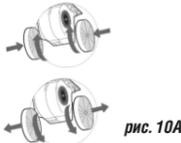
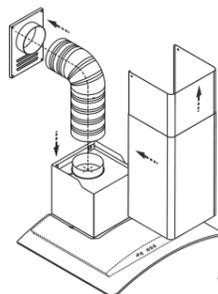

рис. 10А
рис. 9
6.4 В зависимости от режима эксплуатации кухонной вытяжки соедините вентилятор с вентиляционной решеткой полужестким гофрированным воздуховодом (рис. 9) или установите на вентилятор угольные фильтры, если они предусмотрены (см.табл. 1). Угольные фильтры устанавливаются на защитные решетки корпуса вентилятора (рис. 10, 10 А).
- будьте осторожны при установке фальштруб (рис. 9), не повредите поверхности из нержавеющей стали. Их легко поцарапать.